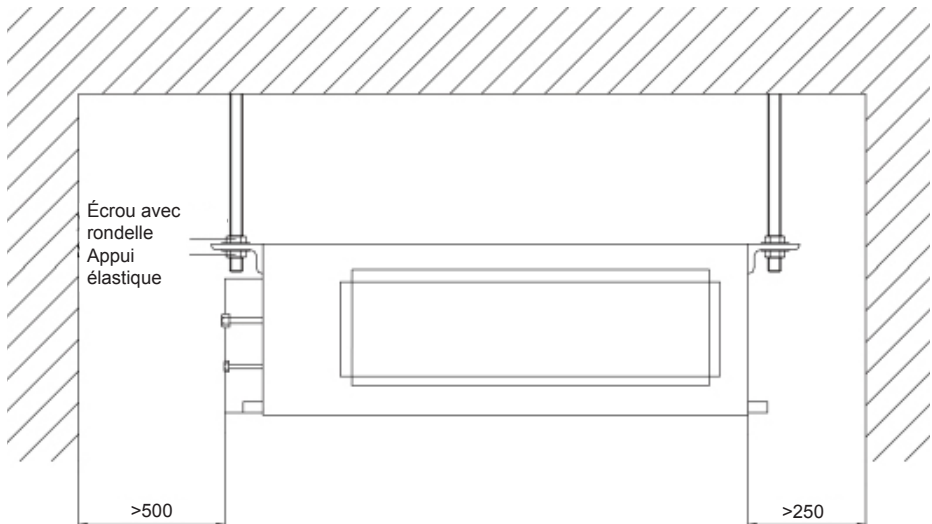

Fig. 2
- 4) Assurez l'espace d'installation indiqué dans la Fig. 2 pour faciliter l'entretien.